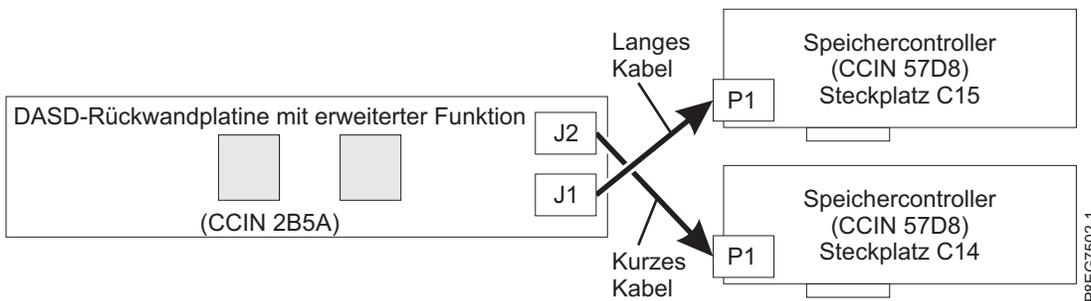

Abbildung 8. SAS-Kabel in einer Konfiguration mit erweiterter Funktion wieder anschließen
- Das lange SAS-Kabel verbindet den Anschluss an der Rückwandplatine des unteren Plattenlaufwerks (J1) mit dem Anschluss P1 am internen SAS-RAID-Adapter in Steckplatz P1-C15. Siehe Abb. 8.